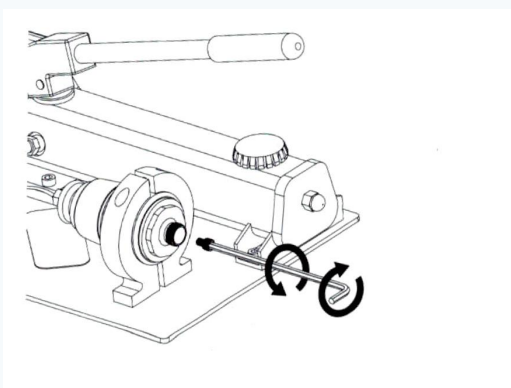

Рис. 1. Снятие/установка винта с шестигранной головкой
- 1 С помощью шестигранного ключа выкрутите винт с шестигранной головкой против часовой стрелки и извлеките его из оправки (см. Рис. 1).
- 5 Вкрутите винт с шестигранной головкой в оправку по часовой стрелке с помощью шестигранного ключа (см. Рис. 1).